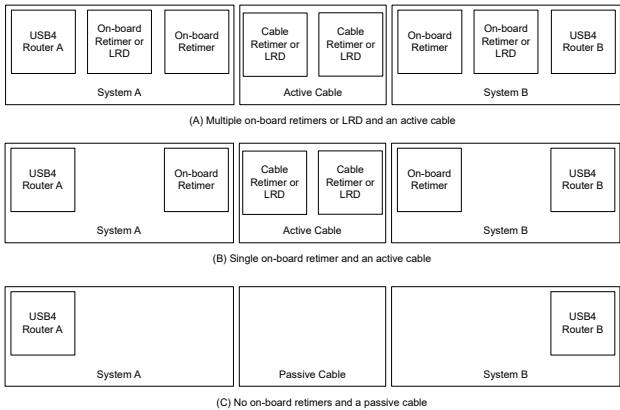

图 35. 可能的系统和电缆用例
(1) USB4 Gen2 支持长达 2m 的 USB-C 无源电缆。USB4 Gen3 和 USB4 支持长达 0.8m 的无源 USB-C 电缆。
在某些情况下，路由器和 USB-C 插座之间的插入损耗太大，需要使用称为重定时器 (RT) 的信号调节器来克服这种不足。USB4 规范允许在路由器和 USB-C 插座之间使用多达两个重定时器。USB4 规范也允许在路由器和 USB-C 插座附近的重定时器之间使用线性转接驱动器 (LRD) 来取代第二个重定时器。图 35 中展示了一些不同用例示例。